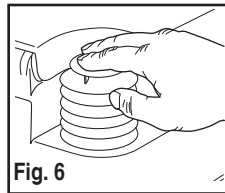

Fig. 6
2. **Bellows:** Fig. 6.
2. **Fuelle:** Fig. 6.